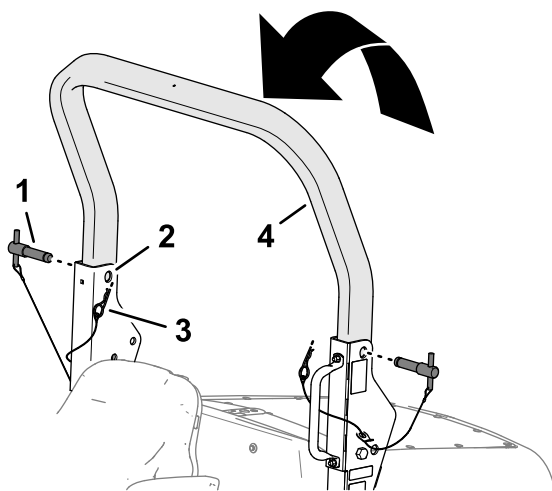

Figura 32
3. Sollevate il roll bar superiore sinché i suoi fori non sono allineati con le staffe orientabili (Figura 32).
4. Inserite i perni del roll bar nei fori superiori delle staffe orientabili e nel roll bar superiore (Figura 32).
5. Fissate i perni del roll bar alle staffe orientabili con le coppiglie (Figura 32).